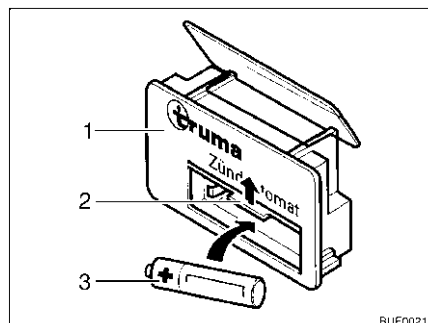

Fig. 75 Dispositivo di accensione
- Spingere la copertura (Fig. 75,2) del vano batteria sul dispositivo di accensione (Fig. 75,1) verso l'alto.
- Inserire una nuova batteria (Fig. 75,3) dello stesso tipo nel vano batteria del dispositivo di accensione rispettando la polarità (+/-). Utilizzare soltanto batterie Mignon resistenti alle alte temperature (+70 °C) e sicure da perdite.